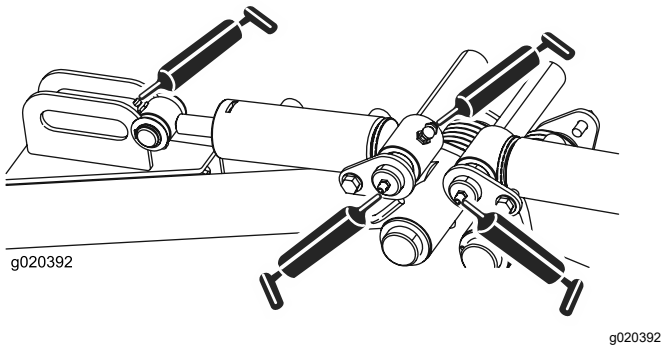

Figure 47
- Pivots de bras de levage arrière et vérins de levage (3 chacun) ; voir Figure 47.